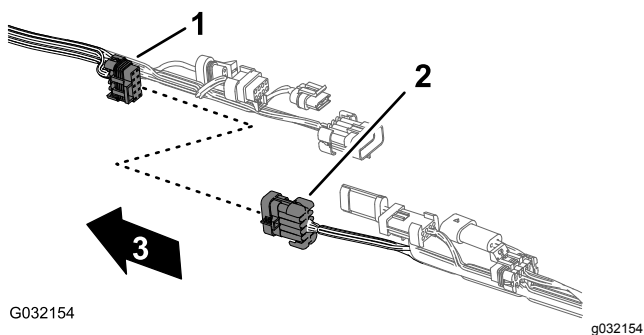
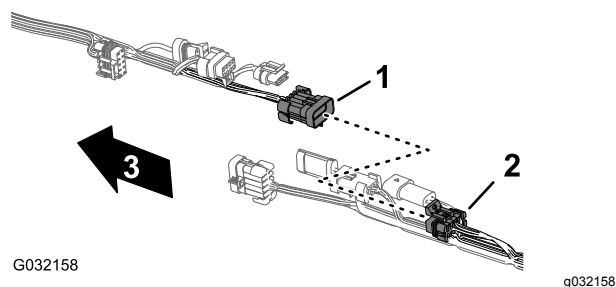

Figura 47
Figura 51
2. Desconecte los 5 pares de conectores que unen los arneses de cables delantero y trasero, según se muestra en la Figura 47 hasta la Figura 51.